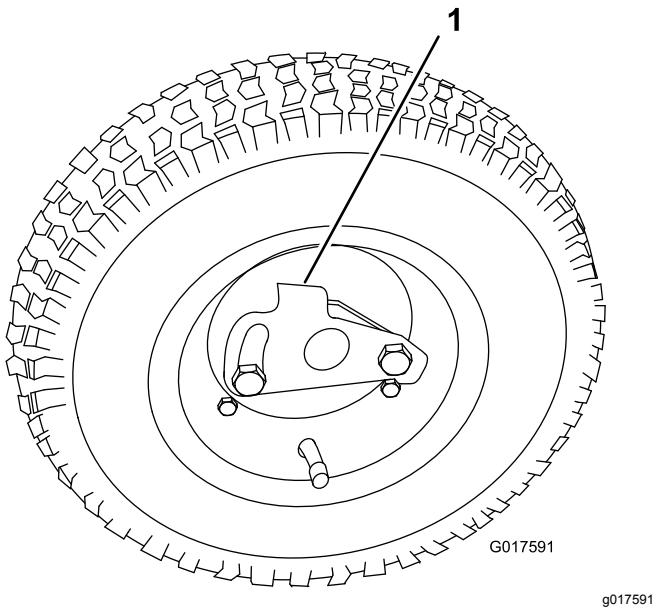

図 19
- 車輪についているロッククリップが車軸に掛かるようにして車輪を六角シャフトに通す図 19。